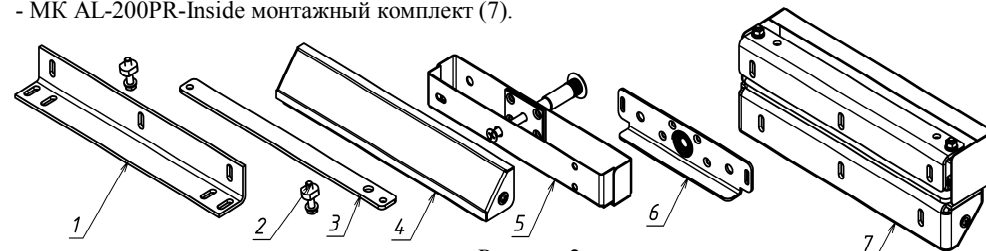

Рисунок 2
- По отдельным заказам поставляются следующие опции (рисунок 2):
- L-уголок AL-200PR (1)
- Комплект крепежа 150-300-К (2)
- Планка М200 (3)
- МК AL-200PR Монтажный комплект (4)
- Комплект смещения якоря 200PR (5)
- Комплект 180P (6)
- МК AL-200PR-Inside монтажный комплект (7).